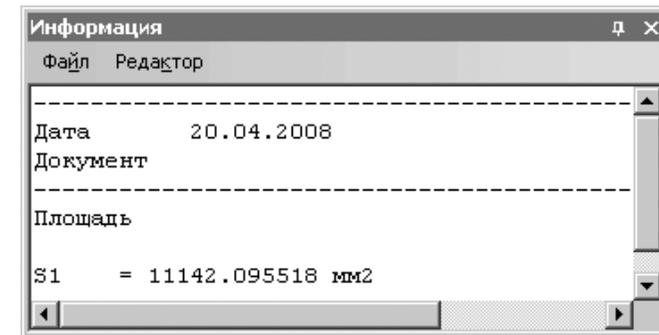

Рис. 8.47. Окно сообщений **Информация**
- щелкните мышью ближе к внешней окружности крышки изнутри. В окне сообщений **Информация** появится площадь S1 эскиза между внешней окружностью, осевой окружностью и отверстиями. Эта площадь выделится красным цветом (рис. 8.47). В строке сообщений появится подсказка: **Укажите точку внутри области (около нужной границы)**;